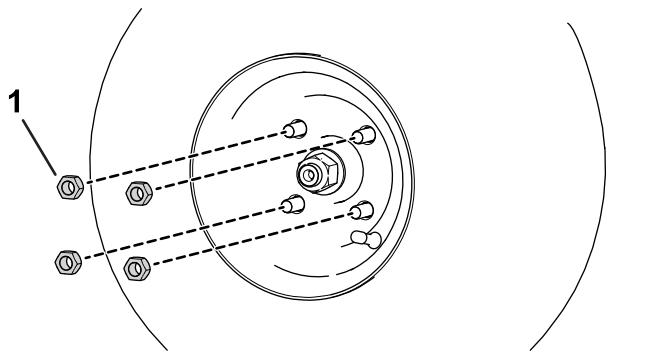

Figura 65
- Afloje y retire las tuercas de las ruedas (Figura 65).
- B. Instale las tuercas de las ruedas (Figura 65).